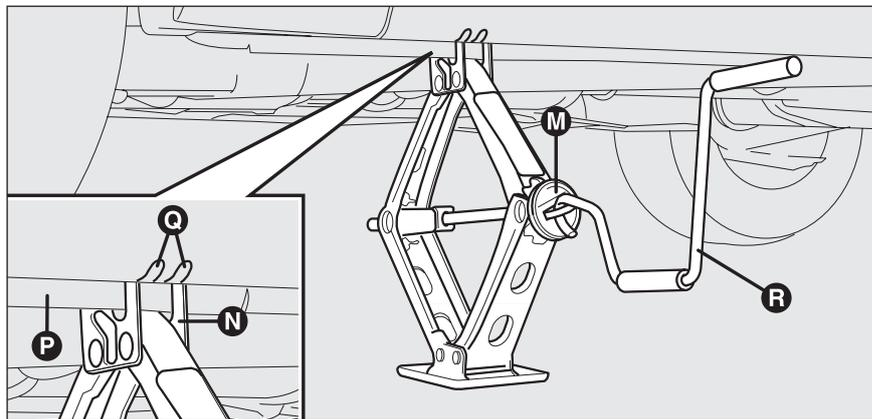

fig. 6
- azionare il dispositivo **M**-fig. 6 in modo da distendere il cric, sin quando la scanalatura **N** sulla parte superiore del cric si inserisce correttamente sul profilo inferiore **P** ricavato sulla scocca in corrispondenza dell'indicazione **Q** (a circa 72 cm dal centro ruota anteriore oppure 75 cm dal centro ruota posteriore);
- inserire la manovella **R**-fig. 6 per permettere l'azionamento del cric e sollevare la vettura, sino a quando la ruota si alza da terra di alcuni centimetri;
- azionare la manovella **R-fig. 6** del cric in modo da abbassare la vettura ed estrarre il cric;